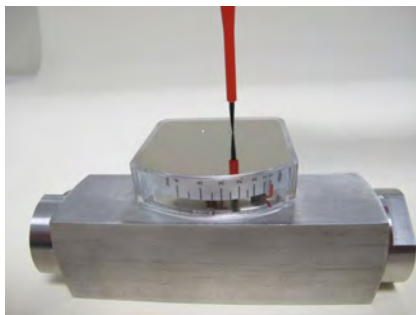

Abb. 72
27. ▶ Befestigungsschrauben der Anzeige-Deckelplatte einschrauben und festziehen (Abb. 72), dabei Schrauben-Anziehdrehmoment ( ↪ Kapitel 11.1 „Schrauben-Anziehdrehmomente“ auf Seite 88) beachten